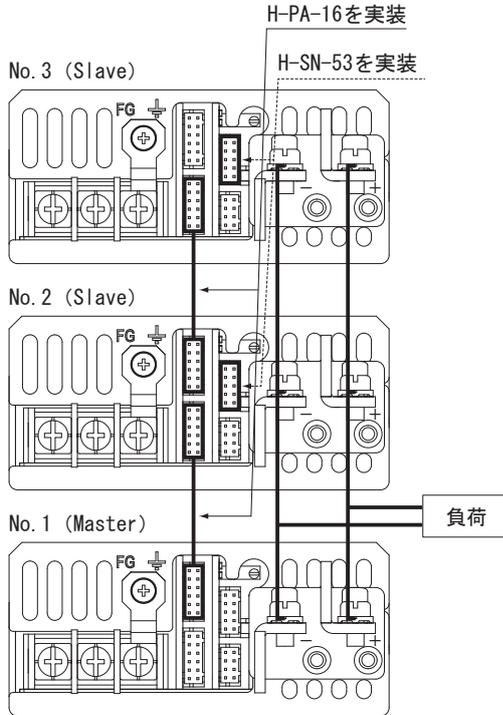

図6.7 並列運転時の接続 (PCA300F, PCA600の例)
■図6.7の配線をすることによって、並列運転が可能です。並列運転する電源のすべてのDS、SGND、CB、COMどうしを接続してください。DS、SGND、CB、COMどうしの接続にはオプションパーツH-PA-16をご利用ください。ボリューム操作しようとする電源（マスター電源）を1台決め、それ以外の電源（スレーブ電源）のSLV_EN、COM間をショートしてください。SLV_ENとCOM間をショートするには、オプションパーツH-SN-53をご利用ください。出力電圧の可変は、マスター電源で行ってください。並列接続している内の1台が停止または故障した場合は、すべての電源が停止します。起動/停止をリモートコントロール機能で行う場合は、マスター電源のRC2およびRCGを接続し、起動/停止させてください。マスター、スレーブのモード切替えは入力電圧の再投入が必要です。並列運転する際は、全て同一型名の製品を使用してください。